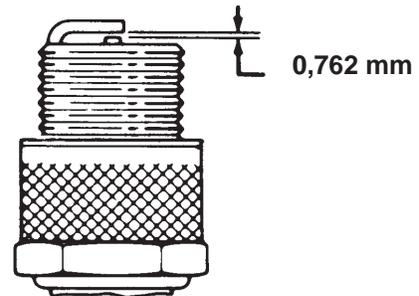

Bild 39
4. Stellen Sie den Elektrodenabstand zwischen der zentralen und der Seitenelektrode auf 0,762 mm ein (Bild 39). Montieren Sie die Zündkerzen mit korrektem Abstand und ziehen sie mit 20 Nm an.